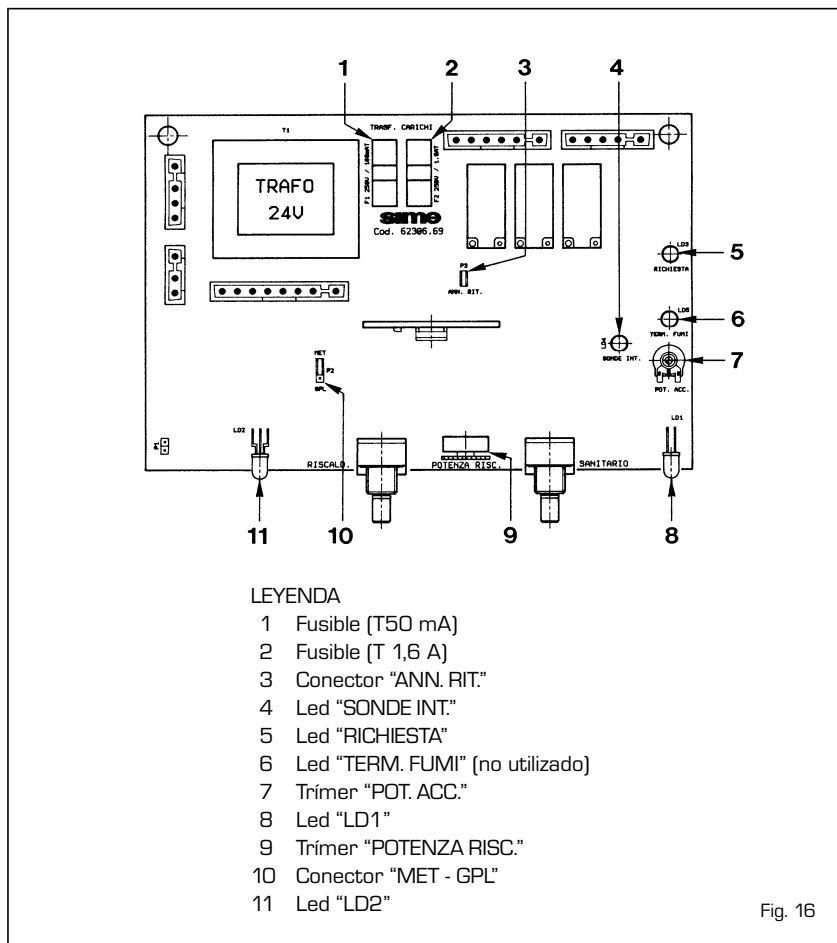

Fig. 16
Se ha realizada en conformidad a la directiva Baja Tensión CEE 73/23 y dotada de led para la señalización de un funcionamiento irregular y/o incorrecto de la caldera. Las leds se encuentran en la ficha y llevan las definiciones siguientes (fig. 16):
- **Conector "MET - GPL"** (10 fig. 16)
- **Trímer "POT. ACC."** (7 fig. 16)
Para aumentar la presión hay que girar el trímer en sentido horario, para disminuirla girarlo en sentido antihorario. Las posiciones donde colocar el indicador del trímer (según el tipo de gas utilizado) se ilustran en la fig. 16/a.
**- Conector "ANN. RIT." (3 fig. 16)**